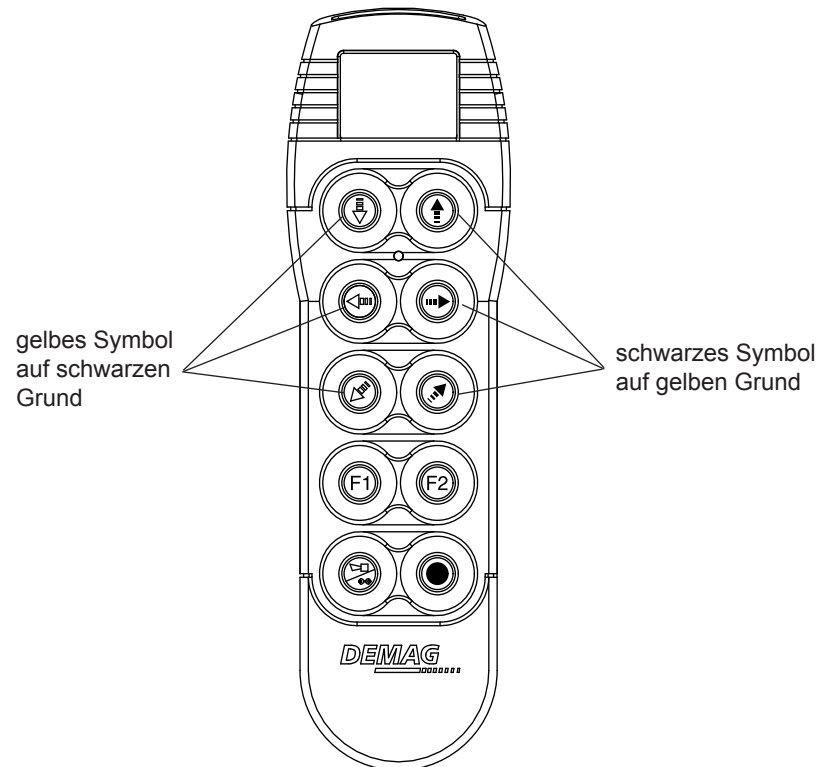

Bild 1
- Je nach zugeordneter Funktion entnehmen Sie das entsprechende Symbol von dem Symbolbogen. Kleben Sie die selbstklebende Symbole in die vorgesehene Funktionstaste ein. (Für Hebezeugfunktionen siehe Bild 1)